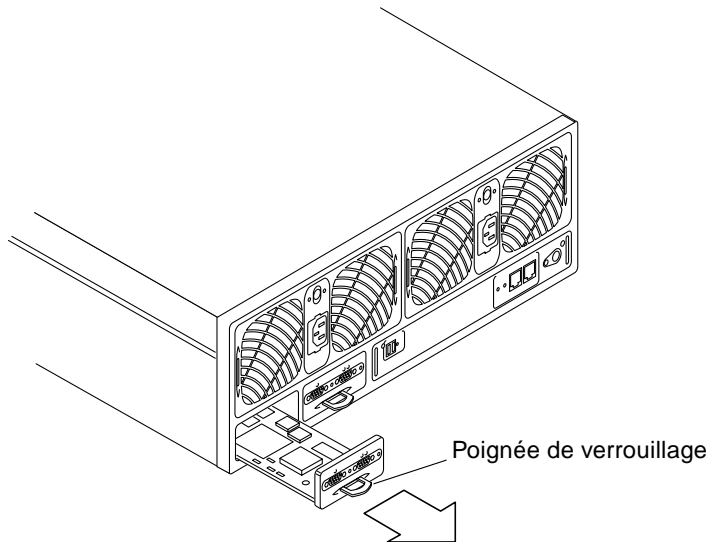

FIGURE 14-7 Retrait de la carte d'interconnexion
3. **Débranchez le câble d'interconnexion de la carte d'interconnexion défectueuse seulement (FIGURE 14-7).**